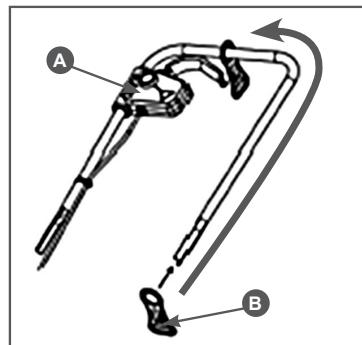

Рис. 2 Установка кронштейна кабеля
- Установите блок выключателя А и кронштейн В кабеля удлинителя на верхнюю часть рабочей рукоятки как показано на Рис. 2.